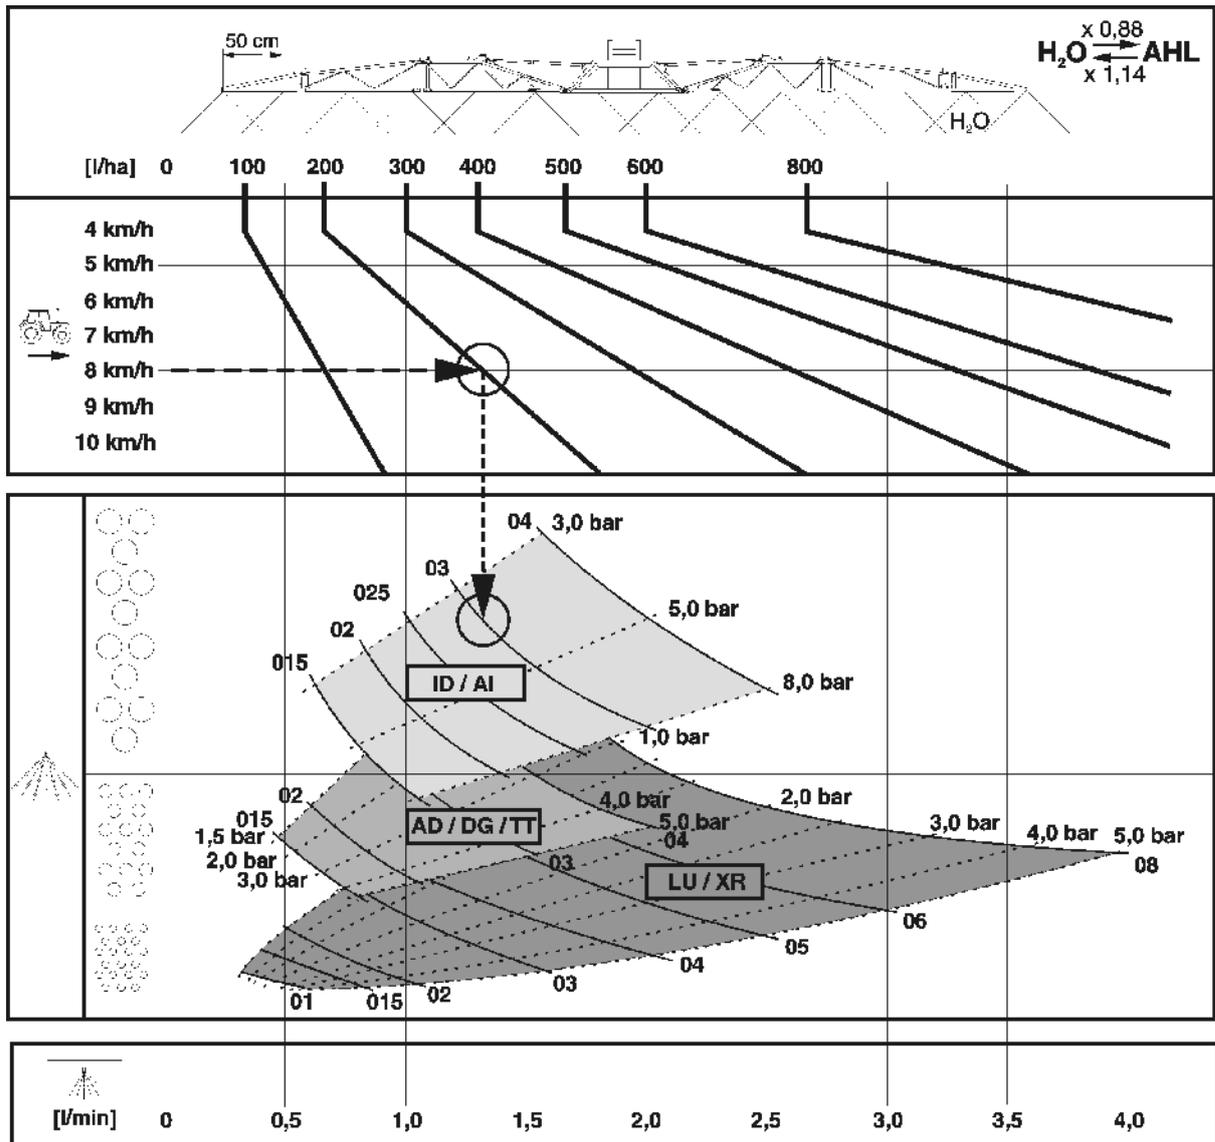

Fig. 171
- Die Fig. 171 dient zur Auswahl des geeigneten Düsentyps. Der Düsentyp wird bestimmt durch